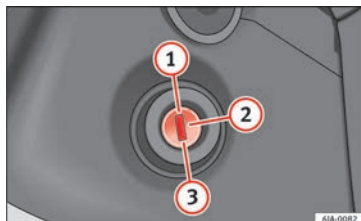

Fig. 172 Posições da chave da ignição.
- Durante o andamento com o motor parado, a chave da ignição tem de estar sempre na posição ② » **Fig. 172** » Página 165 (ignição ligada). Esta posição é assinalada através das luzes de aviso. Não respeitar esta regra poderá causar um bloqueio inesperado da direção – Perigo de acidente!
- O motor de arranque só pode ser acionado (posição da chave na ignição ③) » **Fig. 172** » Página 165) se o motor estiver parado. Ao acionar o motor de arranque com o motor em movimento, este pode sofrer danos.
- Pise o pedal da embraiagem a fundo e ligue o motor **③** » **Fig. 172** » Página 165, sem pisar o pedal do acelerador. Mantenha pressionado o pedal da embraiagem até o motor arrancar.
- Solte a chave da ignição quando o motor arrancar. A chave volta à posição **②**.
- Se ao fim de 10 segundos o motor não ligar, coloque novamente a chave na posição **①**. Repita a operação após 30 segundos.
Desligue o motor rodando a chave da ignição até à posição **①** » **Fig. 172** » Página 165.